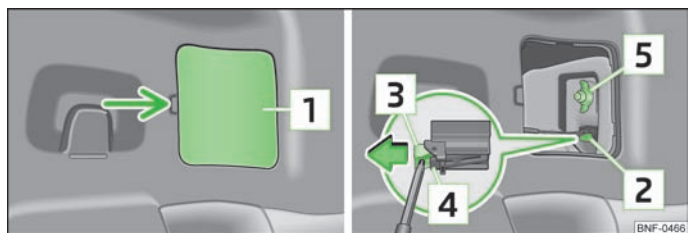

Fig. 124 Afmontering af baglygte
- Vip afdækningen [1] » Fig. 124 af, skub skruetrækkeren » Side 125, *Bilens værktøj* ind under underkanten af låsemekanisme [3], og træk låsemekanismen på stikket [2] i pilens retning.